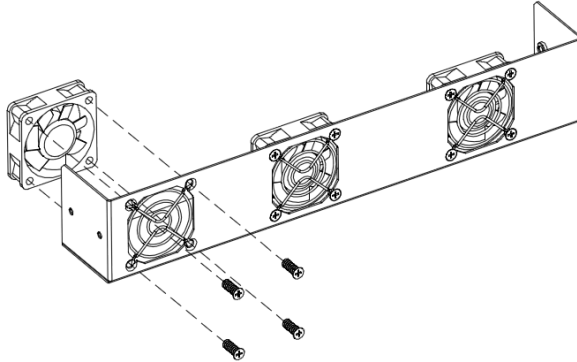

Fig 5.3 Înlocuiți ventilatorul
- (8) Dezasamblați ventilatorul invertor deteriorat așa cum se arată în Fig 5.3, apoi instalați noul ventilator la spate în poziția inițială și conectați cablul de alimentare și control al ventilatorului;